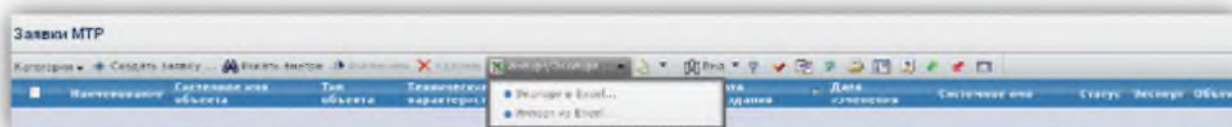

Рисунок 7.1.2.1 – Окно выбора действия Экспорта/Импорта заявок МТР из Excel
- на панели инструментов нажать кнопку «Импорт/Экспорт в Excel» (рисунок 7.1.2.1);